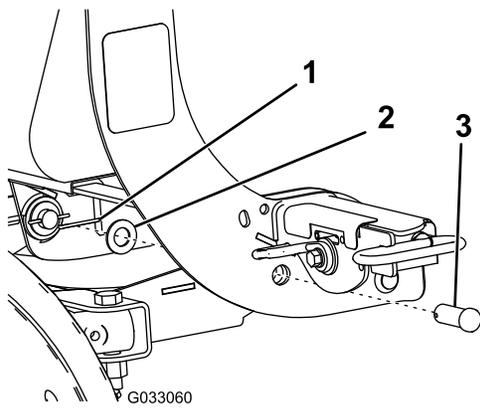

Bild 5
7. Fluchten Sie die Lagerbolzenlöcher der Kupplungssäule mit den Lagerbolzenlöchern am Schubrahmen aus und befestigen sie mit zwei Lagerbolzen, zwei Flachscheiben (3/4") und zwei Splinten (Bild 5).